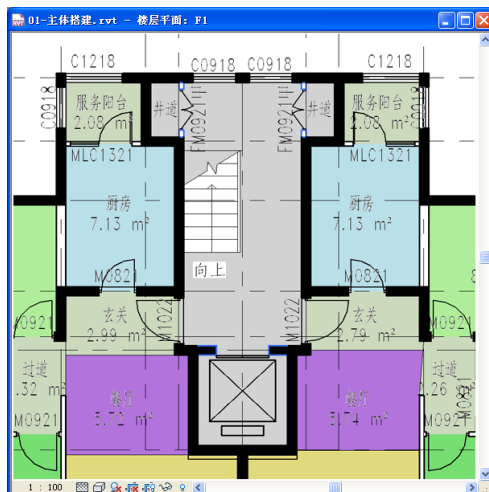

图 4-8
- 5) 切换到平面视图 F1，选择 4、6、12、14 轴和 12-14 轴如下图中的 4 面墙体，同样在墙体的“属性”对话框，设置“顶部限制条件”为“直到标高：F11”并确定（如图 4-8 所示）。